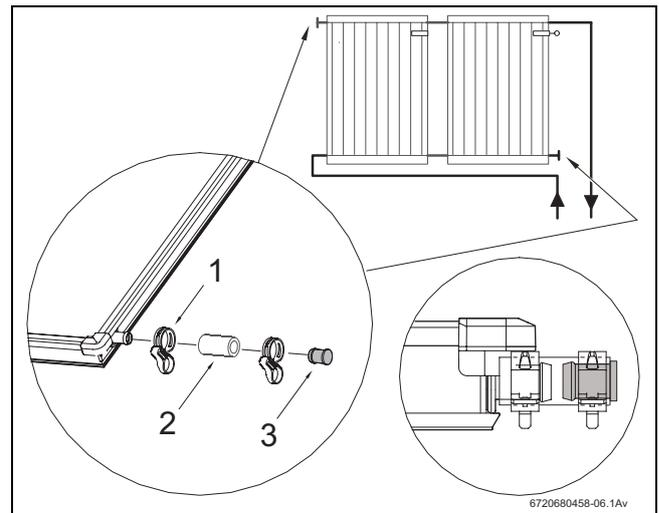

Fig. 35 Montaggio del tappo cieco e della fascetta stringitubo
- ▶ Infilare il tubo di gomma per solare 55 mm (fig. 35, [2]), con tappo cieco già montato, sui due attacchi liberi del campo di collettori.